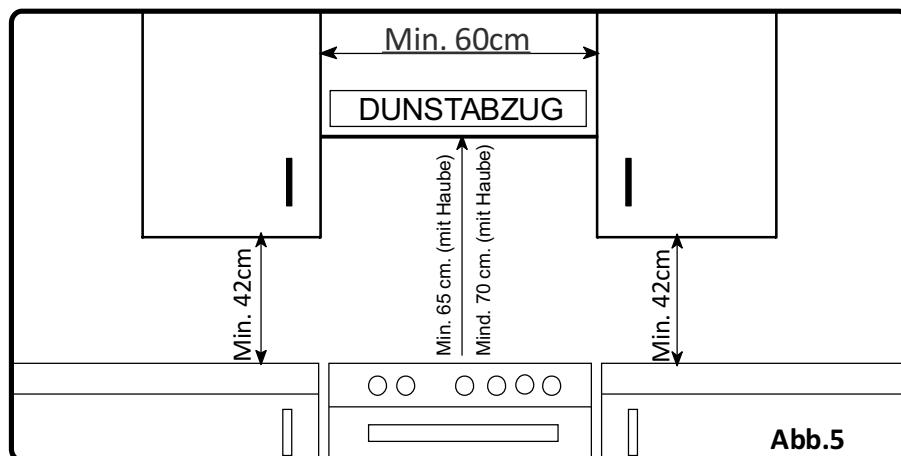

Abb.5
- Der Herd darf neben weiteren Möbelstücken aufgestellt werden, solange diese nicht höher als der Herd sind (siehe Abb. 5).
- Die Mindesthöhe zwischen Kochfeld und Abzugshaube (oder Wandschrank) ist in Abb. 5 gezeigt. Die Abzugshaube muss mindestens 65 cm Abstand zum Kochfeld haben. Ist keine Abzugshaube vorhanden, darf der Abstand zwischen Kochfeld und Möbelstück darüber 70 cm nicht unterschreiten.